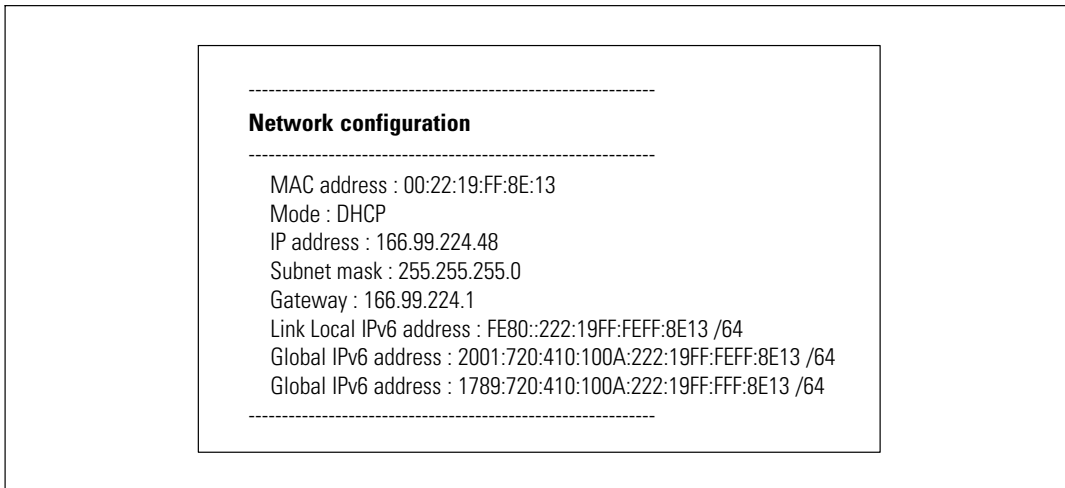

Abbildung 10. Menü Netzwerkkonfiguration
- 2 Geben Sie **1** ein und drücken Sie die **Eingabetaste**. Die Karte zeigt die vom Server bereitgestellten Einstellungen an (siehe Abbildung 10).